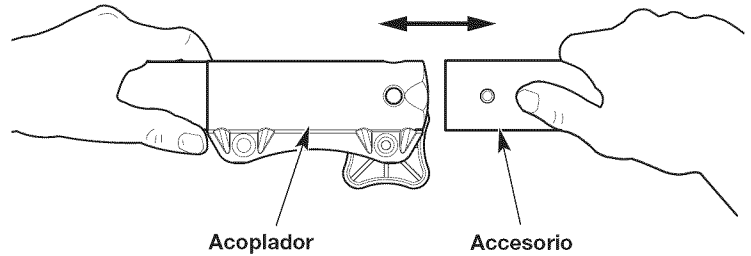
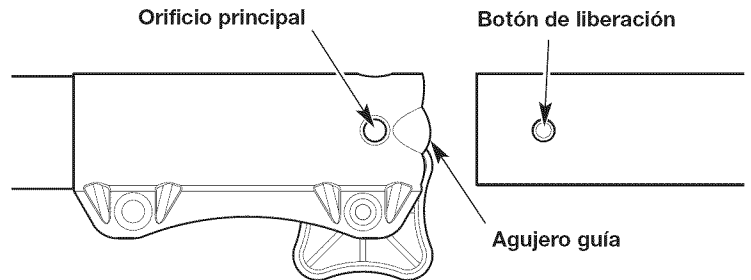

Fig. 4
Fig. 5
4. Alinee el botón de liberación con el embutimiento de la guía (Fig. 5).
5. Presione el accesorio directamente dentro del acoplador (Fig. 4) hasta que el botón de liberación encaje a presión firme del orificio principal (Fig. 5).
3. Oprima y mantenga apretado el botón de liberación (Fig. 5).
4. Tire del accesorio directamente hacia fuera del acoplador (Fig. 4).
2. Oprima y mantenga apretado el botón de liberación (Fig. 5).